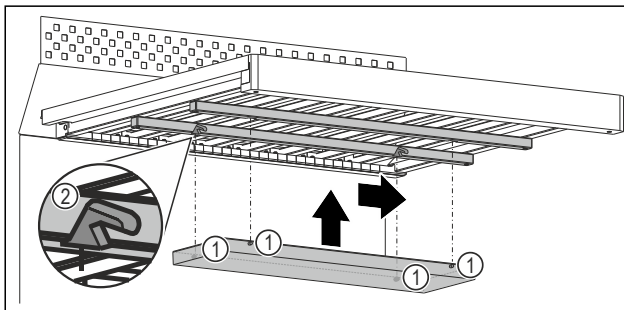

Fig. 123 Beispielhafte Darstellung
- ▶ Jeden Zapfen Fig. 123 (1) in die entsprechende Aussparung Fig. 123 (2) an den Leisten unter dem Holzrost einschieben.